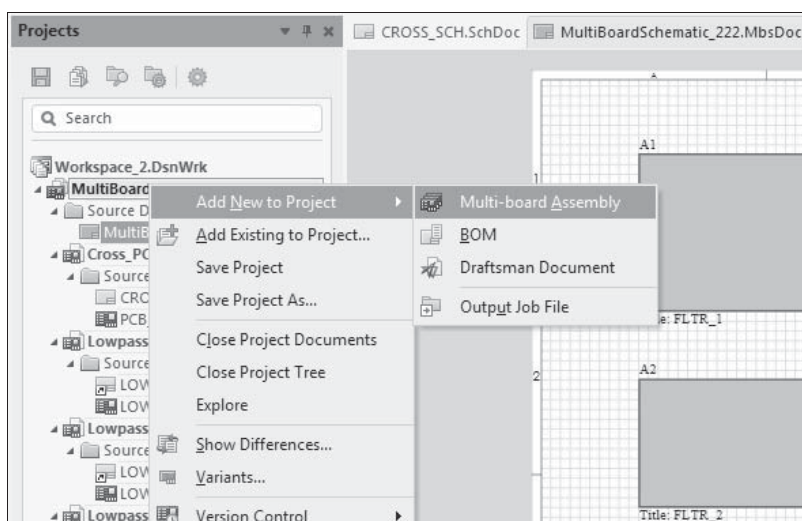

Рис. 9.9. Присоединение нового документа многоплатной сборки к структуре проекта
1. Командой главного меню **File | New | Multi-board Assembly** или командой **Add New to Project | Multi-board Assembly** контекстного меню, вызываемого щелчком правой кнопкой мыши на имени многоплатного проекта (рис. 9.9), присоедините к проекту документ многоплатной сборки. В дереве проектов панели **Projects** образуется узел с именем файла **Assembly1.MbaDoc**.